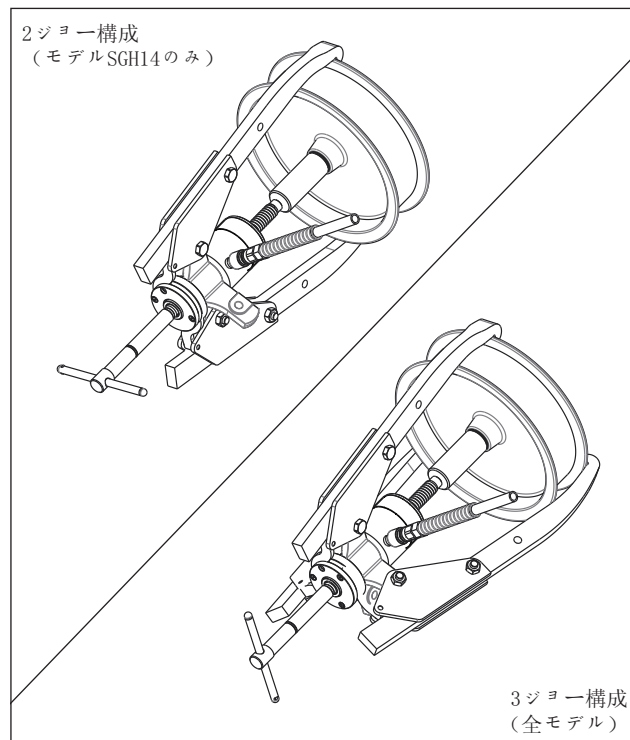

図9: プーラーの取り外し（一般的）
- プーラーまたはその他の取り外す部品にプーラーを取り付けます。例については図9を参照してください。